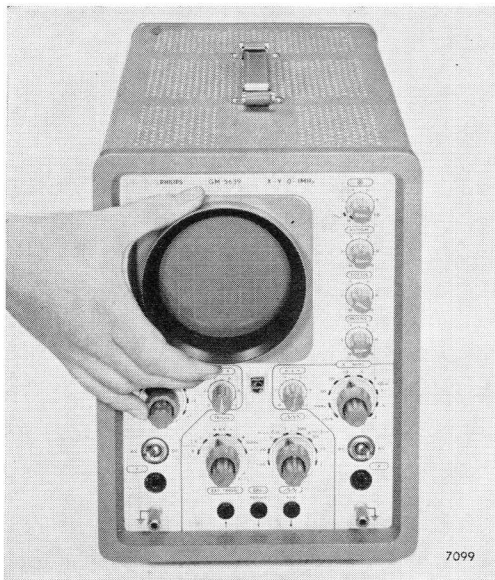

Fig. 16
1. Pak de beschermkap vast zoals aangegeven in fig. 16 en trek de onderkant naar voren.